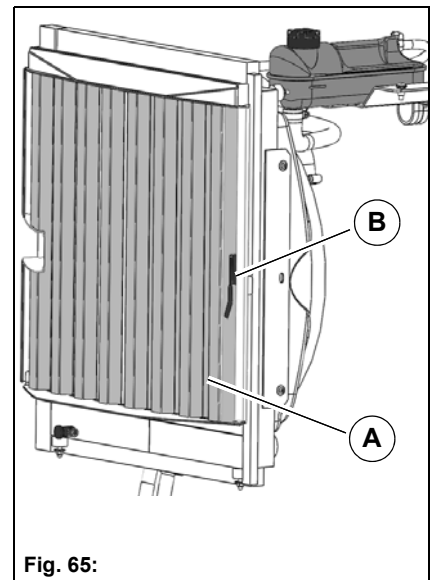

Fig. 65:
2. Ouvrir la grille **Fig. 65-A** avec le dispositif de verrouillage **Fig. 65-B**.